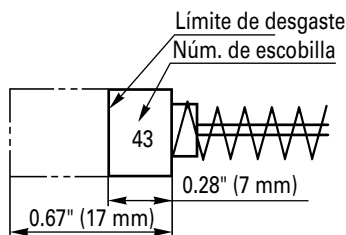

Fig. 17
4. Inspeccionar los escobillas de carbón (Fig. 17)
Utilice las escobillas metabo HPT Núm. 43 indicadas en la Fig. 17.